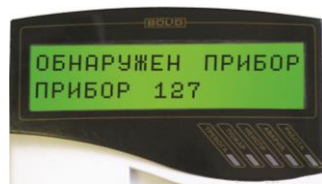

Рисунок 16
5.2.4 В течение 1 мин после включения питания пульт должен показать сообщение об обнаружении устройства с сетевым адресом, соответствующим текущему адресу блока (заводской адрес блока – 127). На рис. 16 представлен индикатор пульта «С2000М» с соответствующим сообщением.